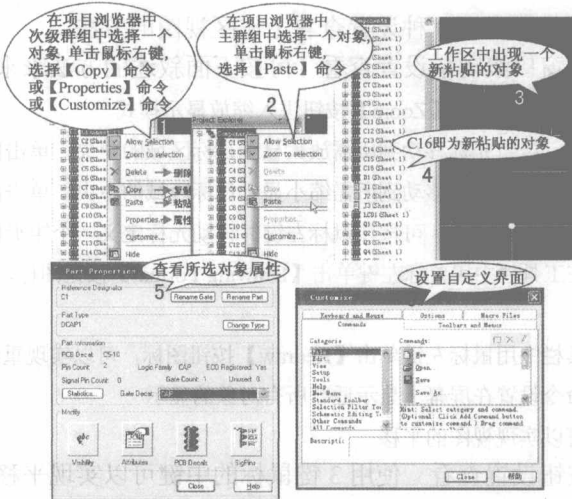

图 1-4-5 项目浏览器中的复制、粘贴、删除、查看属性、自定义界面操作
3) 项目浏览器中复制、粘贴、删除、查看属性、自定义界面操作 不仅可通过项目浏览器查看整个设计中的原理图、元件、封装等情况, 还可在项目浏览器中实现复制、删除、粘贴对象的操作, 如图 1-4-5 所示。